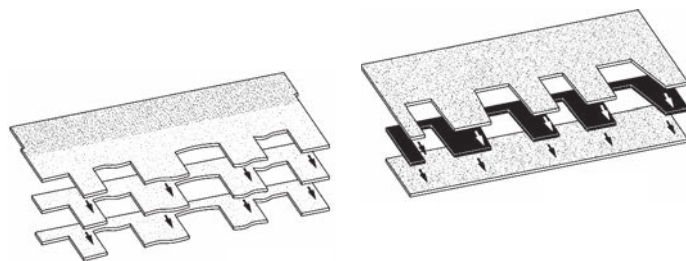

Figure Gl-9
**TL** – Bardeau d'asphalte haut de gamme exclusif construit selon le procédé breveté de stratification triple Tri-Laminate™ (*figure Gl-9*).